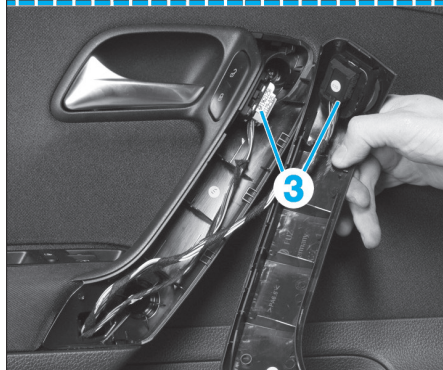

FIG. 55
- Dégrafer le cache de poignée puis débrancher les connecteurs (3) (Fig.55).